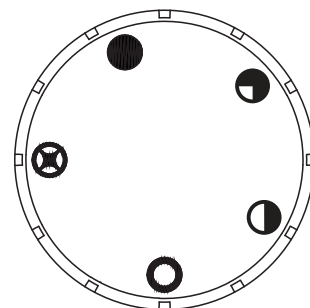

Fig. 23a
4. Espere cinco (5) minutos para que se vacíe todo el gas. Luego huela en busca de gas, incluyendo cerca del piso. Si huele gas, ¡ALTO! Siga "B" en la información de seguridad anterior. Si no huele a gas, vaya al siguiente paso.
5. Presione la perilla de control suavemente y gírela ↶ hacia la izquierda a la posición "PILOT" ⊗. (Ver Fig. 23a) Oprima la perilla de control.